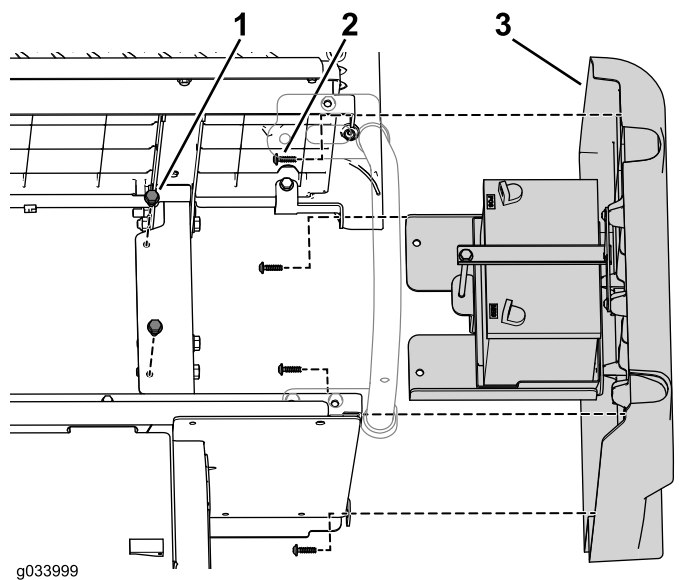

Рисунок 8
8. Отверните 2 болта с фланцевыми головками, которые крепят поддон аккумулятора к раме (Рисунок 8).
9. Отверните 4 винта крепления правой боковой панели к нижнему узлу сиденья (Рисунок 8).
1. Прикрепите правую боковую панель с помощью 4 ранее снятых винтов (Рисунок 8).
2. Прикрепите поддон аккумулятора к раме с помощью 2 ранее снятых болтов с фланцевыми головками (Рисунок 8).